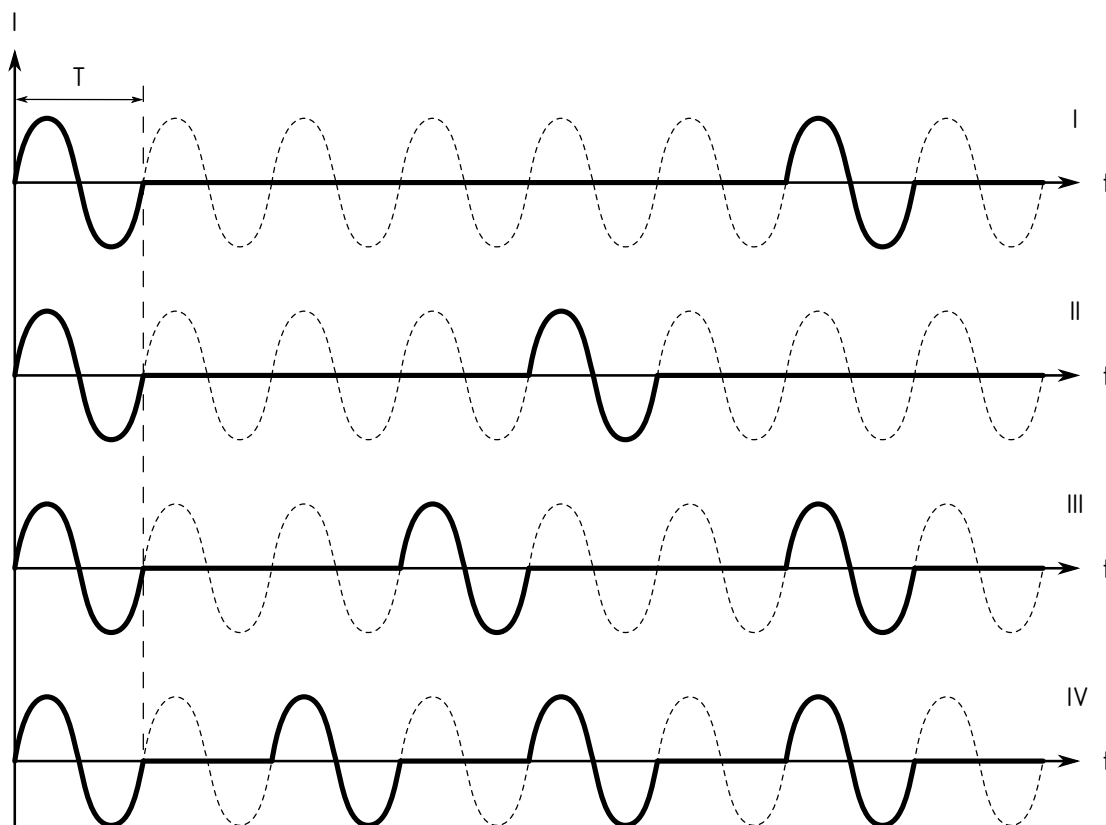

Рисунок 2.1 – Режим «Плавный пуск»
- «Soft Start» («Режим снижения стартовых токов»). Режим применяется для снижения стартовых (пусковых) токов. Состоит из четырёх фаз (см. рисунок 2.1) общей продолжительностью 6 мин. В фазе I канал управления коммутирует каждый 6-й период T , в фазе II – каждый 4-й, в III – каждый 3-й; в IV – каждый 2-й.